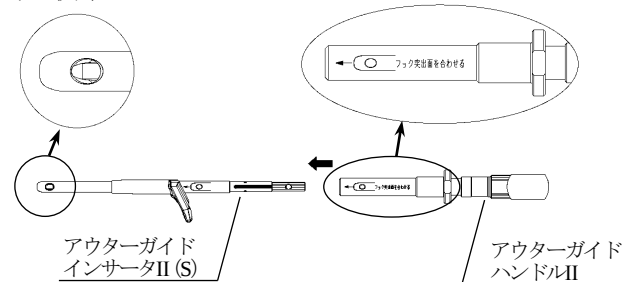

図2
- 2) インプラントのアウター開窓部とアウターガイドハンドルIIのイラストマーキングを合わせてから，インサータII (S) の後端にハンドルIIを接続します。（図2）